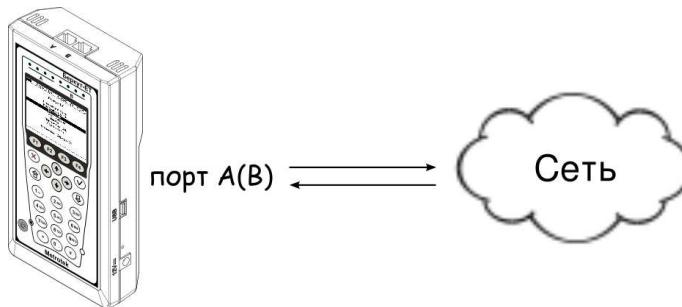

Рис. 7.57. Вариант подключения 1
- Подключить прибор к тестируемой сети в соответствии со схемой, приведённой на рис. 7.57.